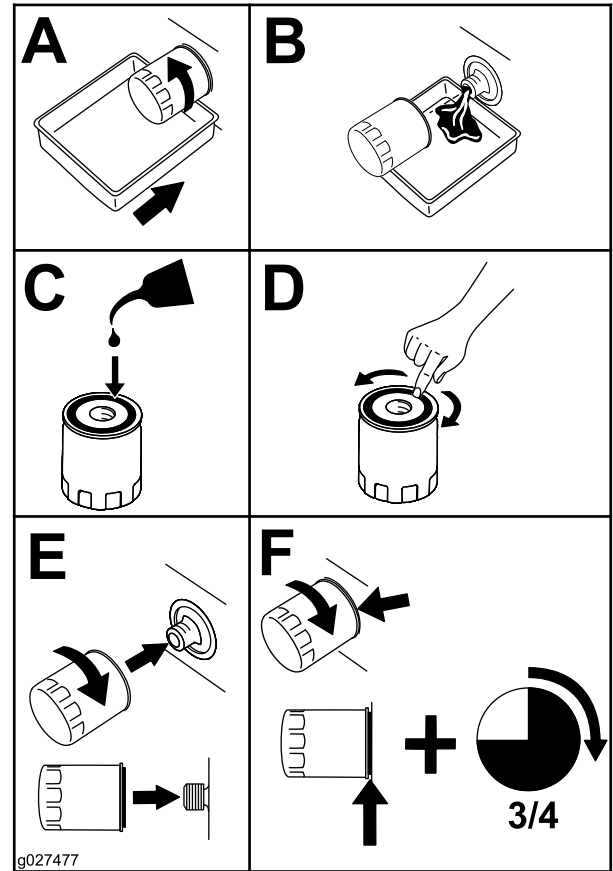

Figure 36
4. Remplacez le filtre à huile (Figure 36).